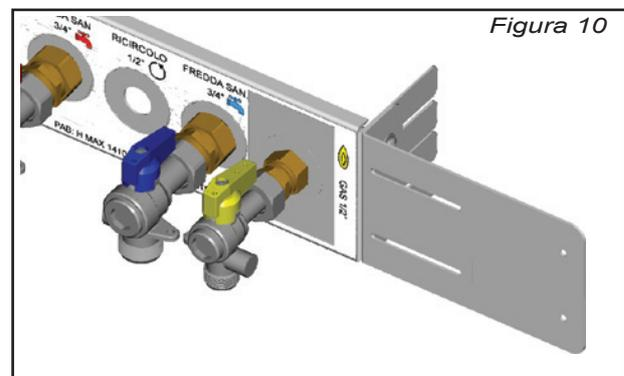

Figura 10
- 1) tubi sotto intonaco con spaccatura nel muro più ampia dell'ingombro caldaia (figura 10 e 11).